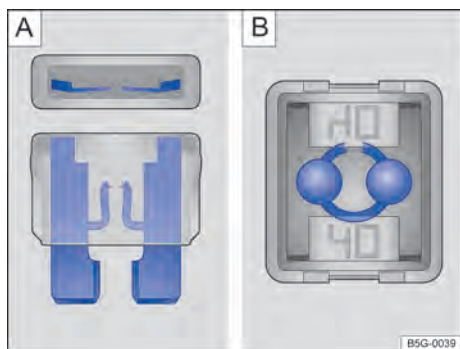

Fig. 176 Fusible quemado: A) fusible plano, B) fusible de bloqueo.
- Un *fusible plano* (ATO®, MINI®) quemado es reconocido desde arriba o desde el costado por la carcasa transparente en las bandas metálicas derretidas → fig. 176 A).
- Un *fusible de bloqueo* (JCASE®) quemado es reconocido por las bandas metálicas derretidas desde arriba de la carcasa transparente → fig. 176 B).